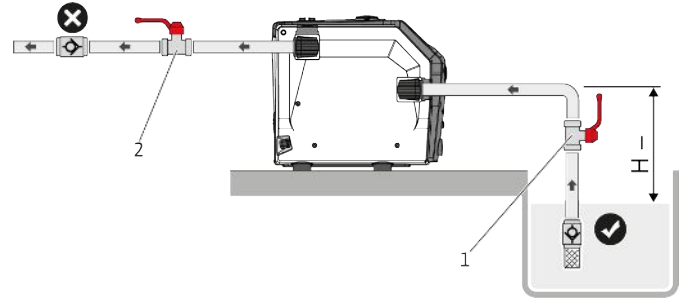
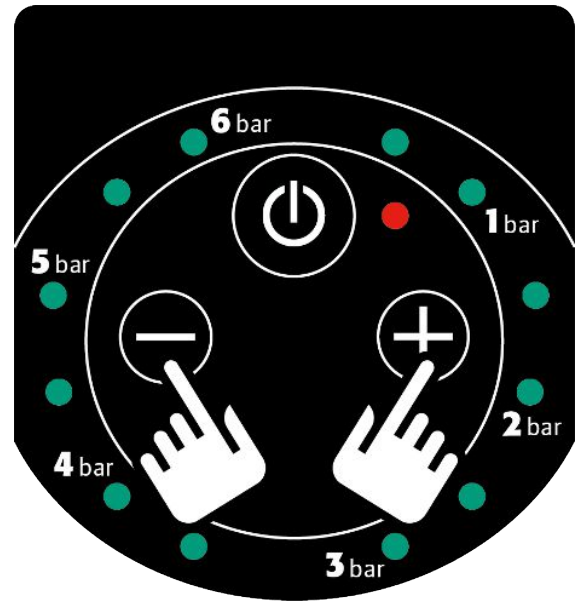

Fig. 7: Emme işletimi
Fig. 10: Kumanda tuşu + ve -
1. Ürün emme işletiminde kurulu ise (Fig. 7), "+" ve "-" kumanda tuşlarını aynı anda 5 saniye basılı tutun (Fig. 10).
1. Emme ve basınç tarafındaki sürgülü vanaları (Fig. 7 – Poz. 1, 2) kapatın.